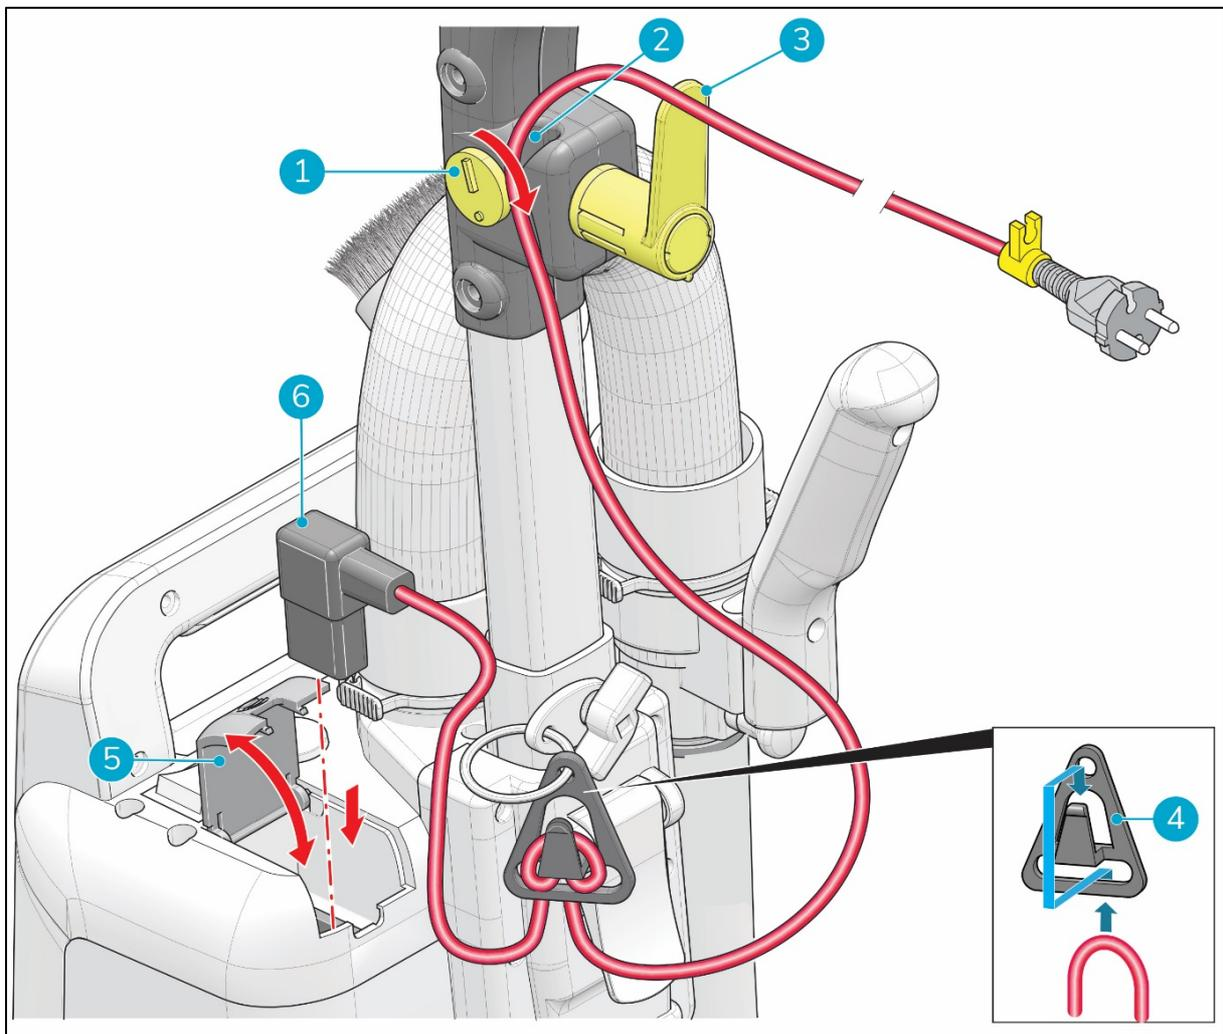

Figura 10
1. Aprire il coperchio (Figura 10, pos 5).
2. Posizionare il connettore del cavo di alimentazione principale nello slot (Figura 10, pos 6).
3. Chiudere il coperchio (Figura 10, pos 5).
4. Inserire il cavo di alimentazione principale nel pressacavo (Figura 10, pos 4) e fissare il cavo di alimentazione principale.
5. Ruotare il gancio giallo (Figura 10, pos 1) di lato per aprire la canalina del cavo di alimentazione (Figura 10, pos 2).
6. Inserire il cavo di alimentazione principale nella canalina del cavo di alimentazione (Figura 10, pos 2).
7. Fissare il cavo di alimentazione principale il gancio giallo (Figura 10, pos 1).
8. Ruotare il gancio del cavo di alimentazione giallo (Figura 10, pos 3) in posizione verticale.